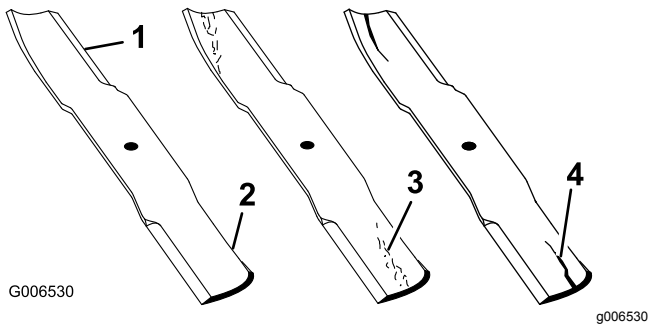

Figura 96
1. Inspeccione los filos de corte (Figura 96). Si los bordes no están afilados o tienen muescas, retire las cuchillas y afílelas.
2. Inspeccione las cuchillas, especialmente la parte curva (Figura 96). Si observa daños, desgaste o la formación de una ranura en esta zona (Figura 96), instale inmediatamente una cuchilla nueva.